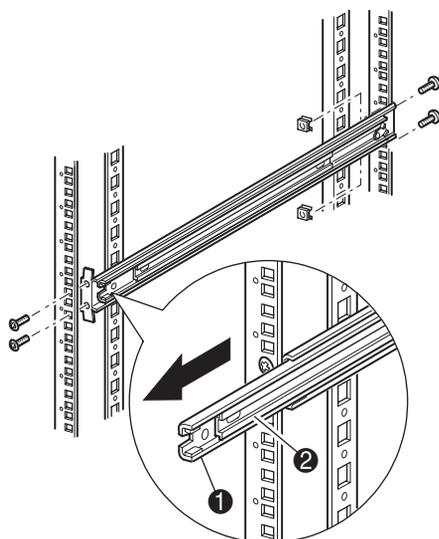

Abbildung 13: Einbauen der Schienen
3. Befestigen Sie die zwei Aufsteckmutter (deren Position Sie zuvor mit Hilfe der Schablone zwei Bohrungen oberhalb der Schraubenlöcher für die obere Halterung markiert haben) an jeweils beiden senkrechten vorderen Rack-Schienen (Abbildung 13).